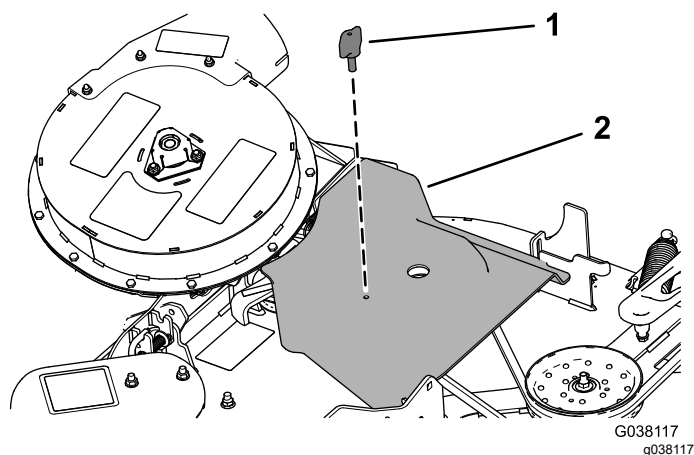

Figure 4
1. Retirez la vis à oreilles qui fixe le protège-courroie (Figure 4).
2. Déplacez le couvercle vers l'extérieur jusqu'à ce que le bord passe les crochets dans les brides du plateau (Figure 4).